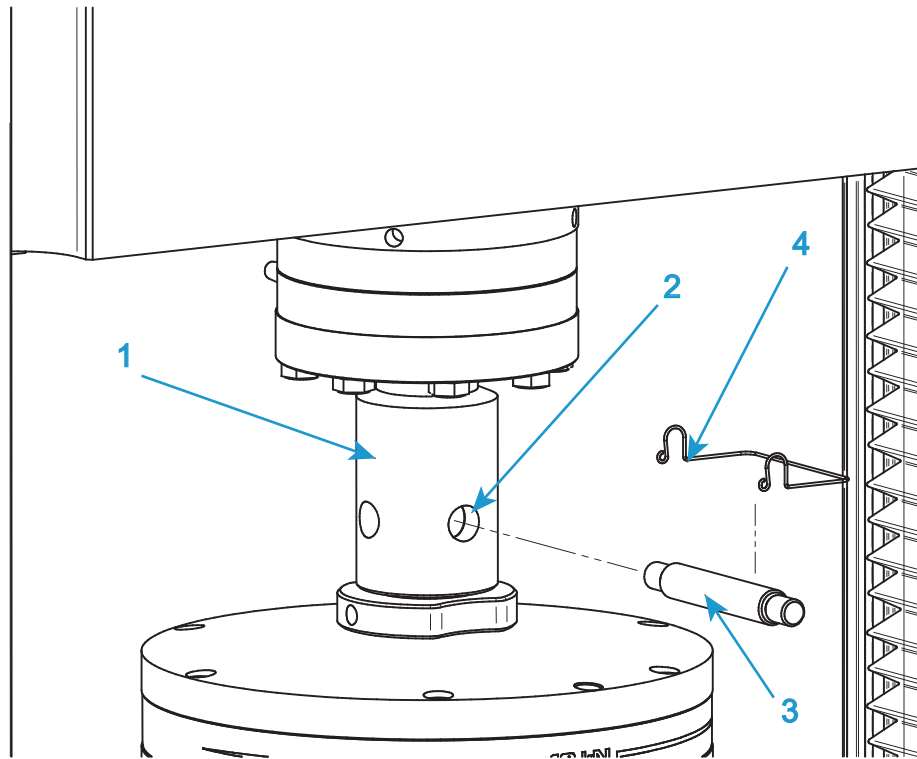

Figura 19. Instalación de mordaza típica
Consulte la Figura 19 en la página 99 cuando siga este procedimiento.
1. Para la mordaza superior, inserte el adaptador de la mordaza en el casquillo de abrazadera hembra (1 en Figura 19) del adaptador de la célula de carga.
2. Alinee los orificios de la abrazadera (2 en Figura 19) e inserte el pasador (3 en Figura 19) a través de los orificios.
3. Sujete el pasador de la abrazadera en su sitio mediante la presilla del pasador de abrazadera (4 en Figura 19).